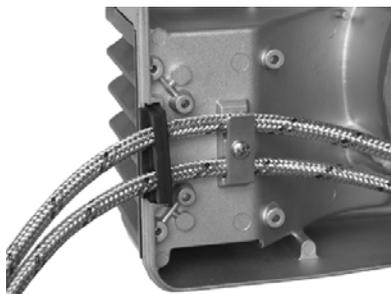

Fig. 27
- 4 Fissare i flessibili come indicato in Fig. 27..